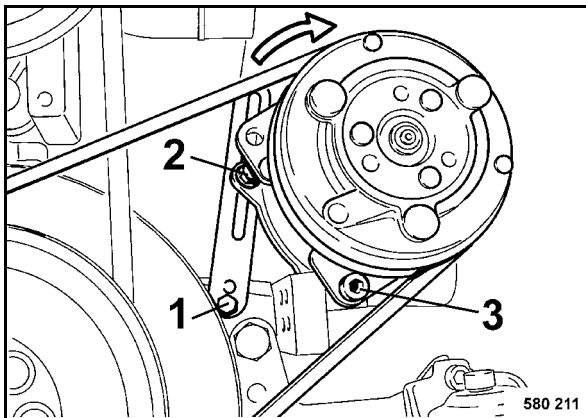

Fig. 136
- Soltar ligeramente los tornillos de fijación 1, 2 y 3 (Fig. 136).